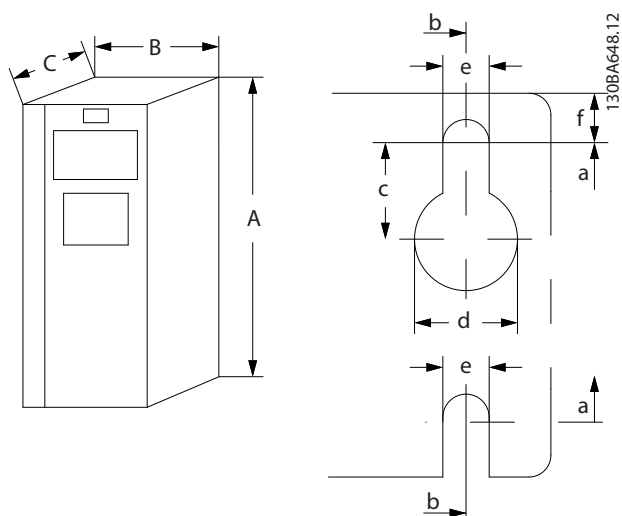
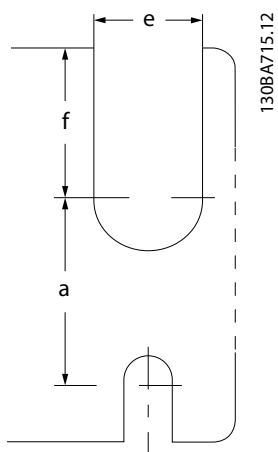

图 8.2 顶部和底部安装孔 (请参阅章 8.9 额定功率, 重量和尺寸)
图 8.3 顶部和底部安装孔 (B4、C3、和 C4)
1) 有关顶部和底部安装孔, 请参阅图 8.2 和图 8.3。